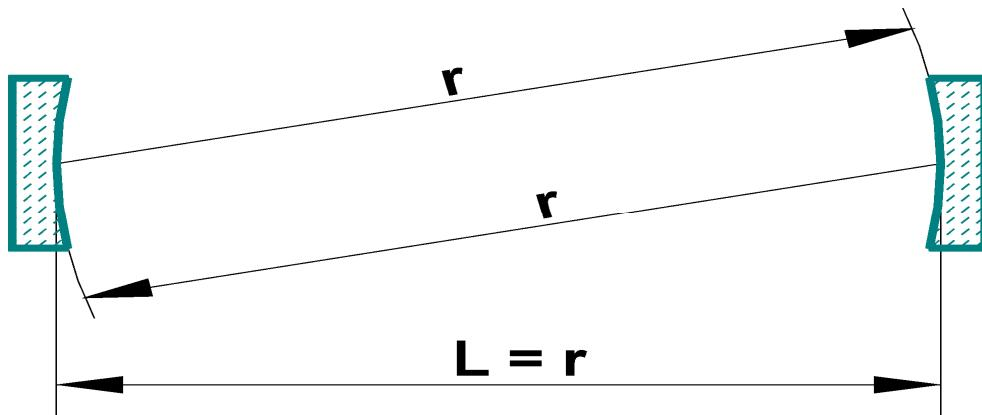
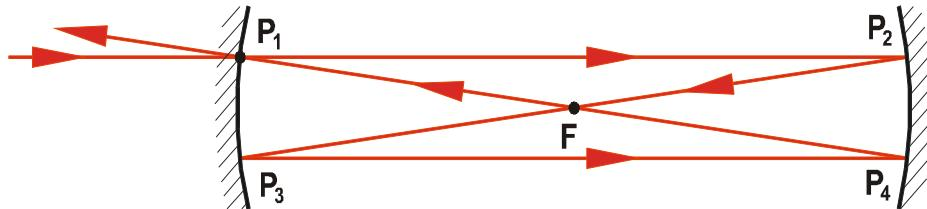

Рис.1. Кривизна и взаимное расположение зеркал в конфокальной схеме.
Рис.2. Траектории лучей в конфокальном интерферометре в приближении геометрической оптики.
Конфокальный интерферометр, иногда называемый сферическим интерферометром Фабри-Перо, является высокодобротным оптическим резонатором и представляет собой два зеркала одинаковой кривизны, отстоящие друг от друга на расстоянии L , равном радиусу кривизны r (рис.1). Сферические интерферометры Фабри-Перо играют исключительную роль в лазерной физике: во-первых, как анализаторы спектра высокого разрешения для детектирования модовой структуры и ширины линии генерации лазеров, а во-вторых, в форме, приближенной к конфокальной, как лазерные резонаторы. Как правило, конфокальные интерферометры обеспечивают более высокое спектральное разрешение по сравнению с плоскими интерферометрами Фабри-Перо. Это связано с тем, что разьюстировка сферических зеркал, в отличие от плоских, не приводит в первом порядке к изменению оптического пути, равного $4r$ (рис.2). Кроме того, сферические зеркала могут быть отполированы с более высоким качеством, т.е. отклонения таких зеркал от идеальной сферы меньше, чем отклонения зеркал плоских от идеальной плоскости.
Для случая, представленного на рис.2 и описываемого формулой (1), резкость видоизменяется: